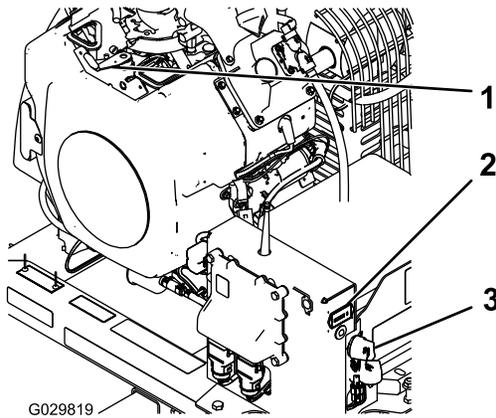

図 12
3. 始動キーを START 位置に回す 図 12。
3. 機械から離れる場合には、キーを OFF 位置に回してエンジンから抜き取る 図 12